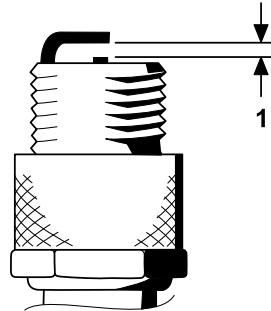

Figure 31
4. Réglez l'écartement entre les électrodes centrale et latérale à 0,76 mm (0,030 po), comme montré à la Figure 31.